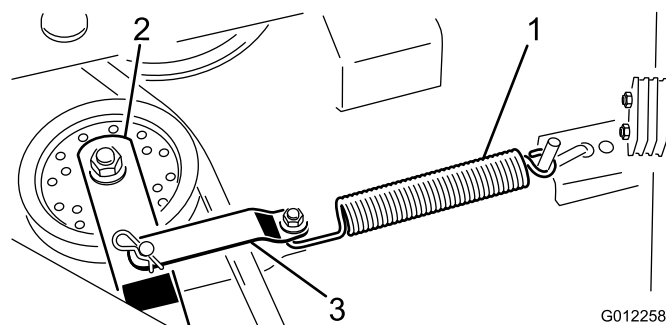

Figure 22
2. Décrochez le ressort du support du bras de la poulie de tension pour détendre la courroie (Figure 22). Enlevez la goupille fendue et l'axe de chape qui fixent le support au bras de la poulie de tension.
7. Fixez le support du bras de la poulie de tension sur le bras avec la goupille fendue et l'axe de chape (Figure 22). Accrochez le ressort au support du bras de la poulie de tension. Pour que la courroie d'entraînement soit tendue correctement, il faut que le ressort doit tendu à une longueur d'environ 18 cm. Si le ressort n'est pas suffisamment tendu, repositionnez la tige du ressort dans un trou de montage plus éloigné de la courroie.